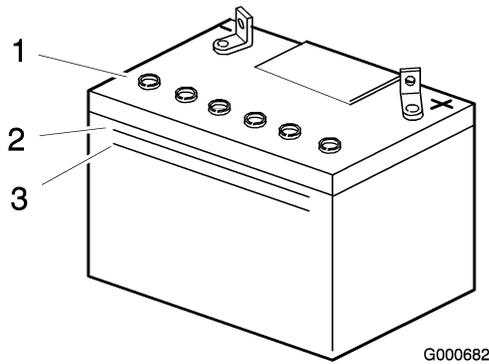

Figure 45
2. Observez le côté de la batterie. Le niveau de l'électrolyte doit atteindre le trait supérieur. Le niveau d'électrolyte ne doit pas descendre au-dessous du trait inférieur (Figure 45).